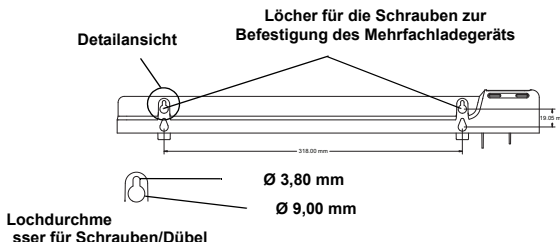

Figure 3: Teile für die Wandmontage
2. Messen Sie mithilfe der Abmessungen, die in Abbildung 3 gezeigt werden, die Bohrlöcher ab, und zeichnen Sie sie ab.